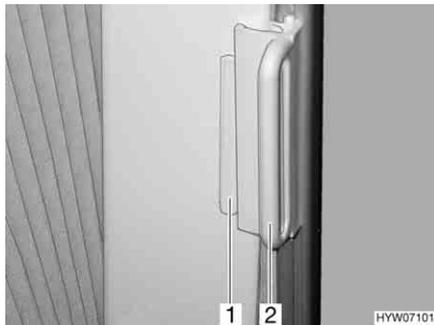

Fig. 87 Tendina oscurante pieghevole, finestra della cabina guida
- Afferrare l'impugnatura (Fig. 87,2) delle tendine oscuranti pieghevoli e chiudere tirando con prudenza finché il fermo magnetico non blocca la tendina oscurante pieghevole.
- Spingere l'impugnatura (Fig. 87,2) fino al sopralzo (Fig. 87,1). La tendina oscurante pieghevole è ora bloccata.